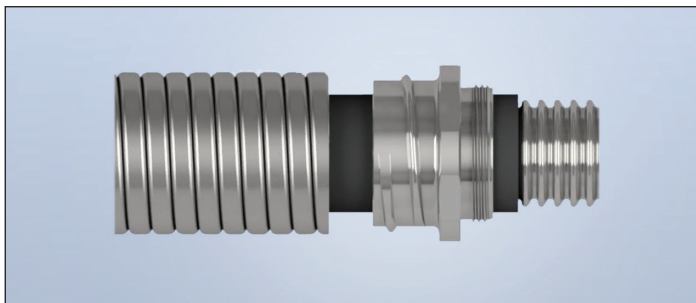

Figure 1-10
4. **AVANT** d'installer le raccord, glissez la conduite flexible sur le tube puis l'adaptateur de conduite flexible. Assurez-vous que les filets les plus fins de l'adaptateur de conduite flexible font face à la bride arrière (figure 1-10).